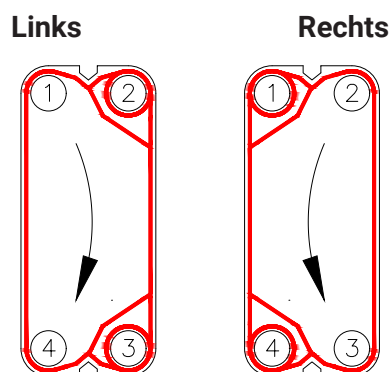

Abbildung 3: Linke und Rechte Platte
- Auf den rechten Platten läuft das Fluid von der Verbindung 2 zu 3 oder umgekehrt von 3 zu 2 (**Abbildung 3**).
- Auf den linken Platten geht der Fluss von 1 zu 4 oder von 4 zu 1 (**Abbildung 3**).